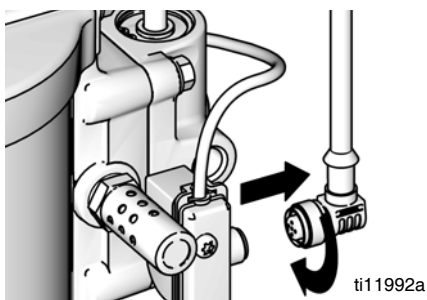

FIG. 10. Desligar o DataTrak
1. Retire o cabo da parte posterior da montagem do interruptor de lâminas. Consulte FIG. 10.